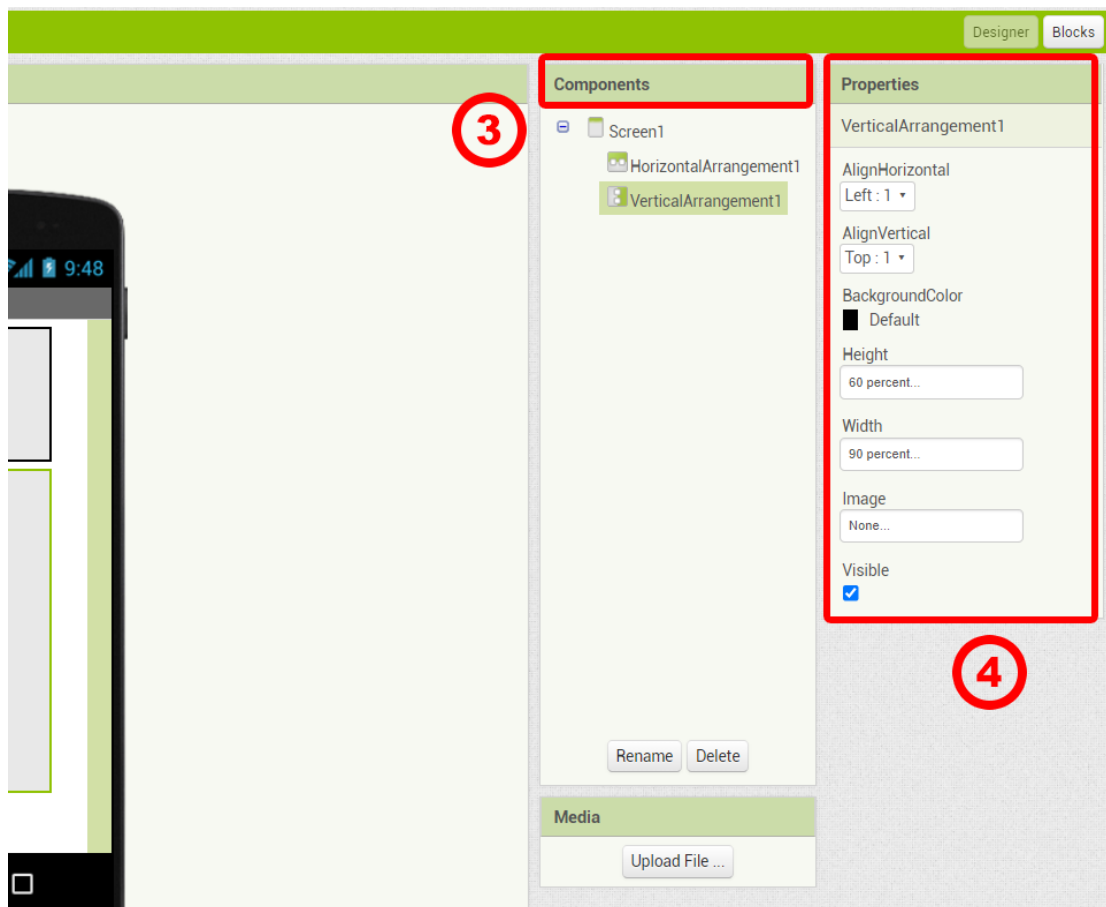

Figure 3 : Ajustement des caractéristiques de chaque composant
Après avoir placé les deux composants de mise en page sur notre écran, nous pouvons ajuster un certain nombre de caractéristiques telles que leur hauteur et leur largeur à partir de la section "Properties" (4). Pour ce faire, nous devons sélectionner le composant correspondant dans la liste des composants (3). Dans l'exemple présenté dans la figure 3, nous avons fixé la largeur du composant "HorizontalArrangement" à 90 %, et la largeur et la hauteur du composant "VerticalArrangement" à 60 et 90 % respectivement.